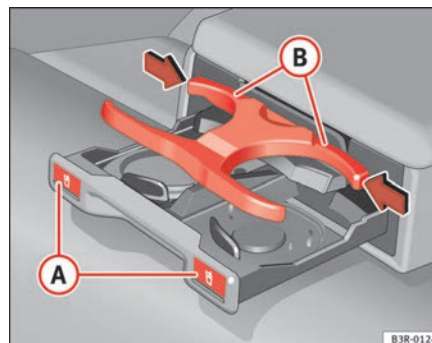

Fig. 124 Portabebidas en el reposabrazos trasero
- Pulse sobre el símbolo   ⇒ fig. 124.